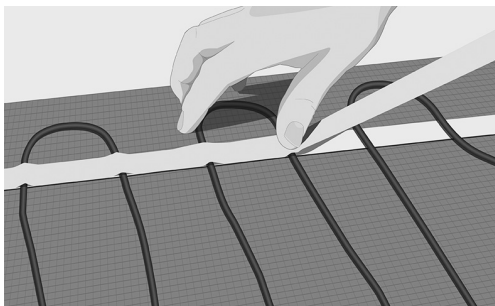

Fig. 12. Fest kabelen med maskeringstape
10. Sikre kabelen ved hjelp av maskeringstape. Maskeringstapen påføres grundig og tett rundt kabelen og ned på den dobbeltsidige tapen på gulvet (fig. 12).